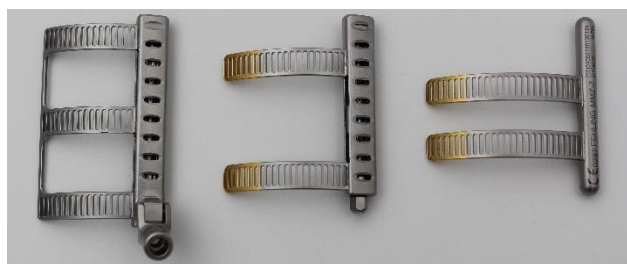

Abb. 22
3. Das in seine Einzelteile zerlegte Instrument (Abb. 22) kann nun aufbereitet werden.